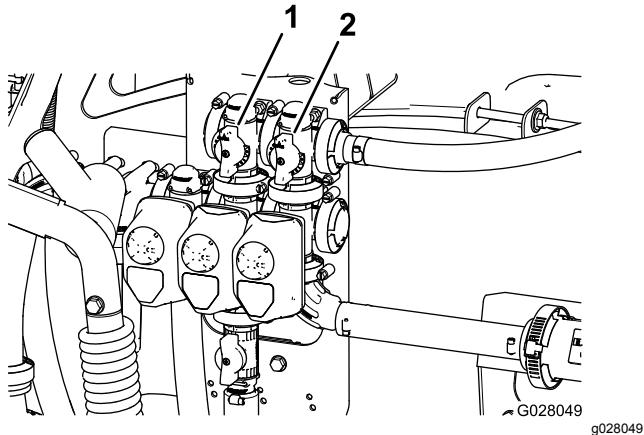

Рисунок 20
11. Отрегулируйте перепускной клапан перемешивания (Рисунок 20) на задней стороне клапана перемешивания таким образом, чтобы показание давления по манометру составило 6,9 бара.
9. С помощью ручки главного перепуска секций отрегулируйте интенсивность перемешивания в баке (Рисунок 20).